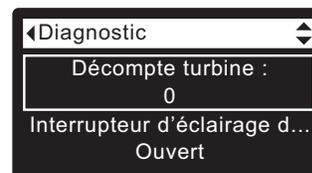

FIG. 94
2. Appuyez sur le bouton BAS (▼) pour faire défiler les options du menu et mettre en encadré **Décompte turbine** (cf. Figure 94).